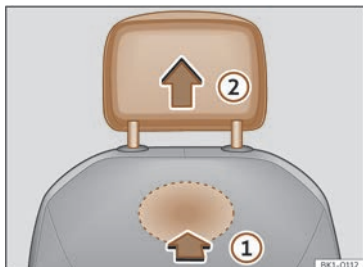

Fig. 93 Appuie-tête avant : démontage.
- Pour le déverrouiller, localiser l'évidement à l'arrière du dossier sur la zone marquée et appuyez dans le sens de la flèche >>> fig. 93 ①.
- Retirez l'appuie-tête dans la direction de la flèche ②.